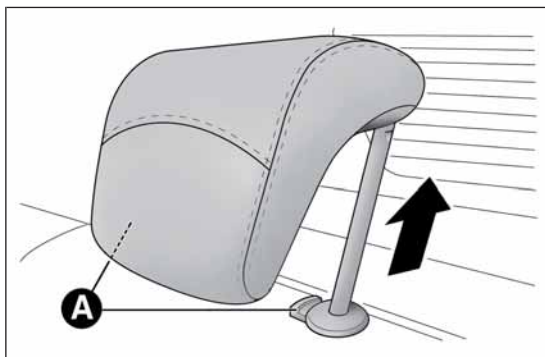

fig. 26
- premi i tasti A fig. 26 quindi rimuovi gli appoggiatesta sfilandoli verso l'alto.